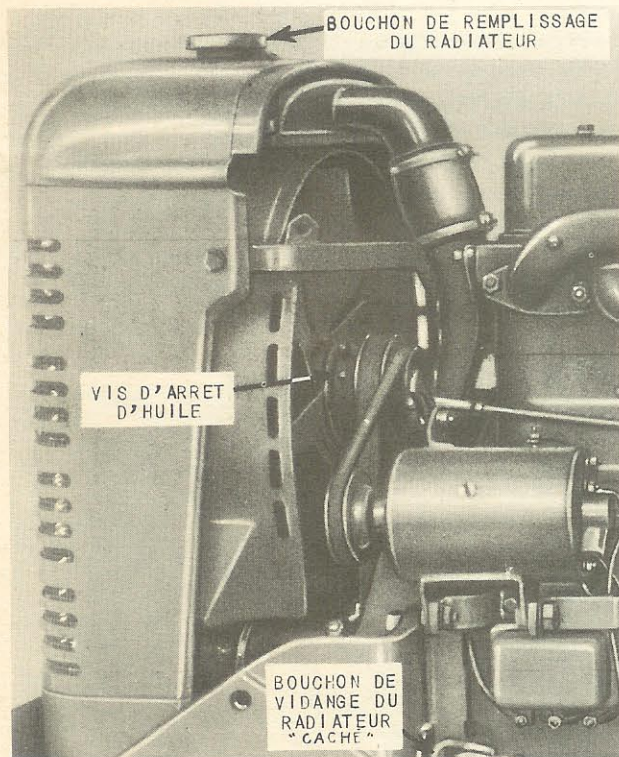

Figure 28 - Système de refroidissement.
1. Retirez le bouchon de vidange du radiateur placé du côté gauche du moteur, *figure 28*.
1. Vidangez le système de refroidissement en retirant les bouchons de vidange et de remplissage, *figure 28*. Laissez la vidange s'effectuer complètement et revissez le bouchon de vidange.